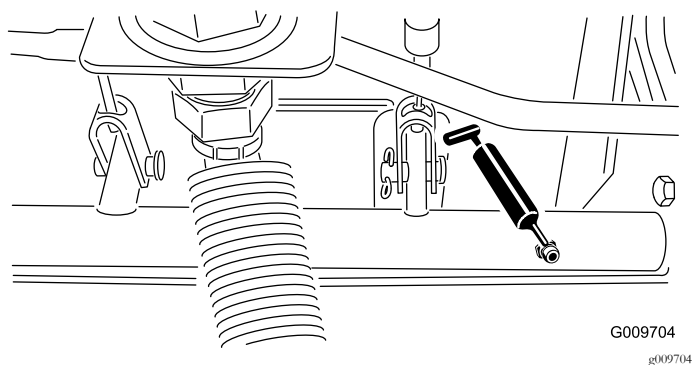

図 32
- 図 32に示す、ブレーキシャフトのピボットのベアリング5ヶ所